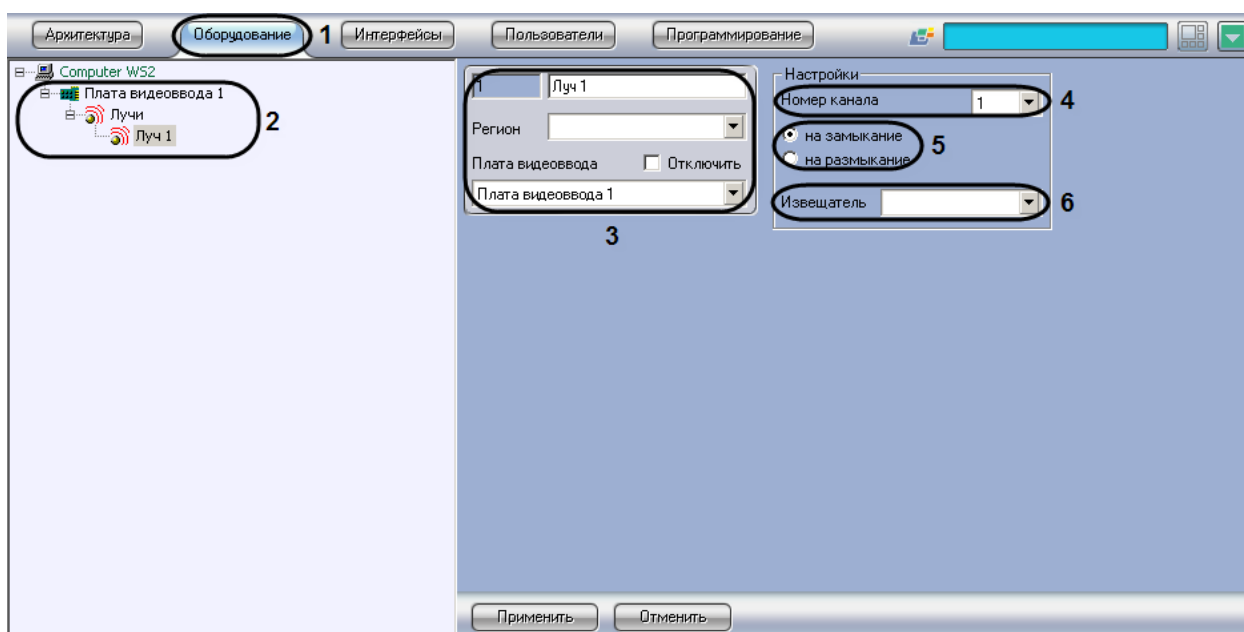

Рис. 3.3—2 Панель настроек объекта «Луч»
1. Необходимо перейти во вкладку «Оборудование» панели настройки ПК «Интеллект» (Рис. 3.3—2, 1).
2. На базе объекта «Плата видеоввода» требуется создать системный объект «Луч» или выбрать соответствующий объект в дереве объектов во вкладке «Оборудование» панели настройки ПК «Интеллект» (Рис. 3.3—2, 2).
3. При создании объекта «Луч» необходимо указать идентификационный номер, название объекта и выбрать объект «Плата видеоввода», на основе которого создается объект «Луч» (см. Рис. 3.3—2, 3).
4. Выбрать номер канала в соответствии с номером выхода разъема, к которому физически подключен луч (датчик) (см. Рис. 3.3—2, 4).
5. В группе переключателей выбрать режим срабатывания луча (датчика): на замыкание или на размыкание. По умолчанию выбран режим «на замыкание» (Рис. 3.3—2, 5).